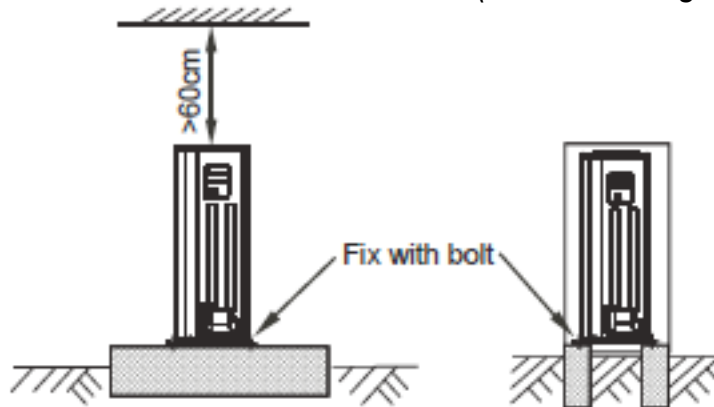

Fig.6-15
- Faça uma base concreta de conformidade com as especificações das unidades ao ar livre. (Refira-se à Fig. 6-15)
- Fixe com firmeza os pés da unidade com parafusos para prevenir seu colapso no caso de terremoto ou ventos fortes. (Refira-se à Fig. 6-15)